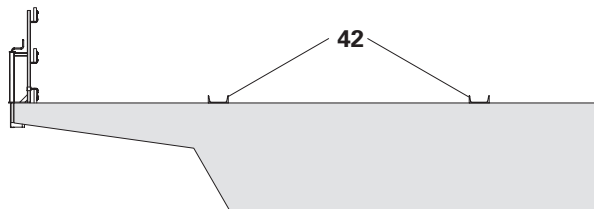

Fig. C1.01
1. Disporre i profili a U (**42**), allinearli e fissarli per impedirne lo scivolamento. (Fig. C1.01)